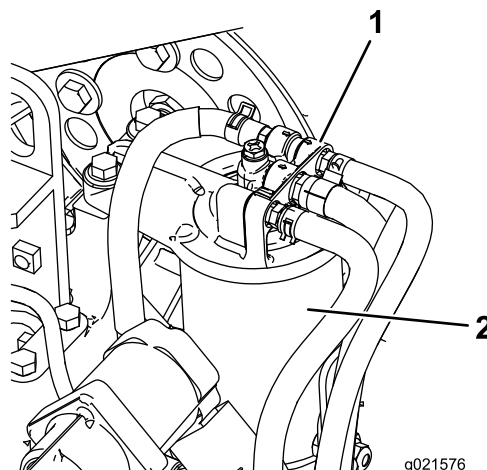

Figura 70
1. Limpe a zona em torno da cabeça do filtro de combustível (Figura 70).
2. Retire o filtro e limpe a superfície de montagem da cabeça do filtro (Figura 70).